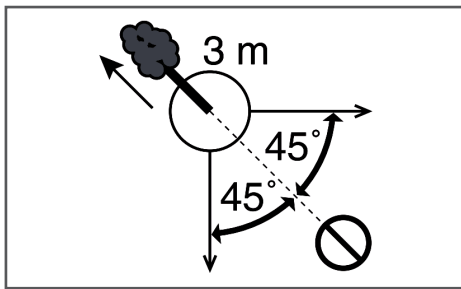

Рис.11 Зона безопасности при валке дерева
- Обязательно выберите путь к отходу. Путь отхода должен быть направлен по диагонали в сторону, противоположную направлению падения, под углом 45 градусов, и вы должны отойти минимум на 3 метра от ствола, на тот случай, если во время падения комель дерева отскочит в сторону. Зона безопасности (А) должна быть не менее  $2 \frac{1}{2}$  высоты дерева (Рис.11).